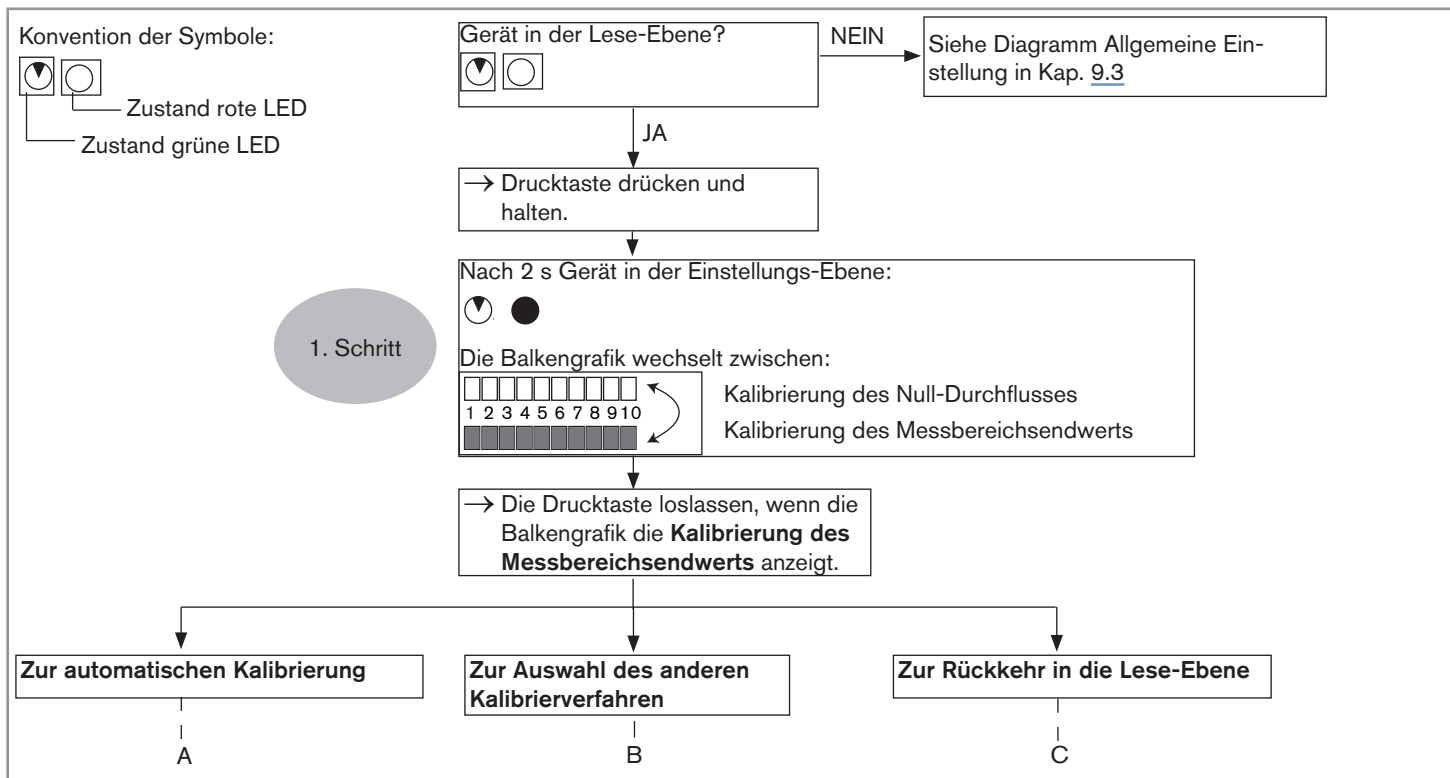
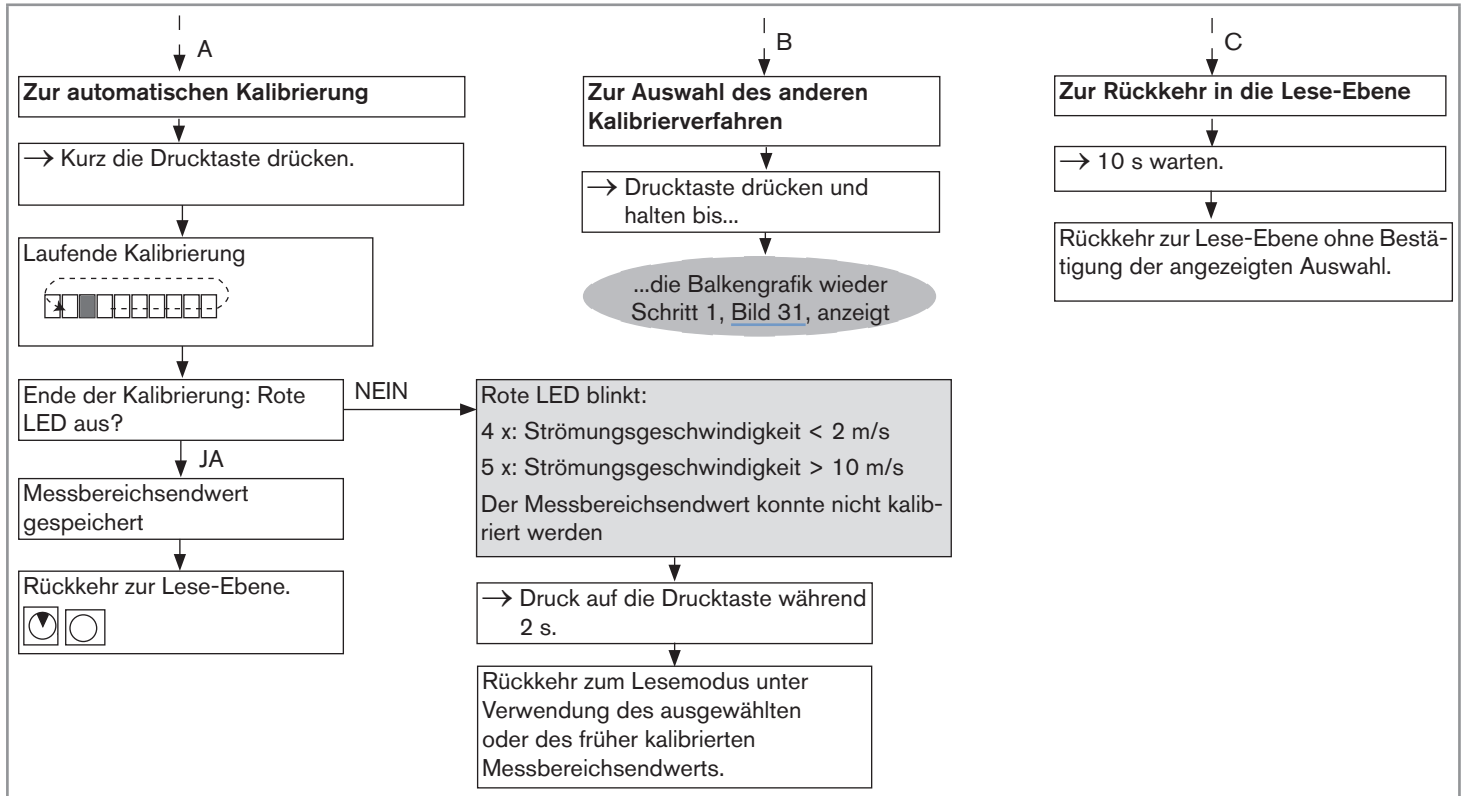

Bild 31: Kalibrierung des Messbereichsendwerts, Teil 1
Bild 32: Kalibrierung des Messbereichsendwerts, Teil 2
- Den Messbereichsendwert kalibrieren, siehe Bild 31 und Bild 32.